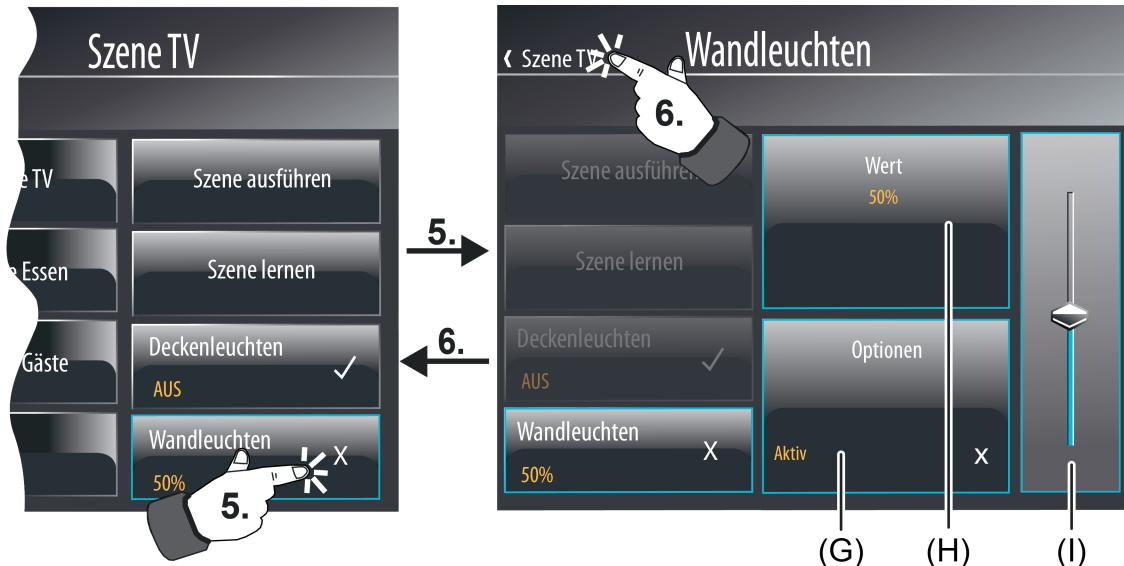

Bild 83: Beispiel einer Szenenkonfigurationsseite (rechts) - Szenefunktion "Wert"
Bei den Datentypen "1 Byte Wert" und "2 Byte Wert" (Bild 83) ist der Anzegebereich nur mit einem Statuswert (H) ausgeprägt. Wenn dieser Anzegebereich lang gedrückt wird (ca. 1 Sekunde), blendet das Gerät eine Displaytastatur ein. Mit Hilfe dieser Tastatur kann unmittelbar ein neuer Szenenwert vorgegeben werden. Alternativ können neue Szenenwerte durch den Wertslider im Bedienbereich (I) vorgegeben werden.